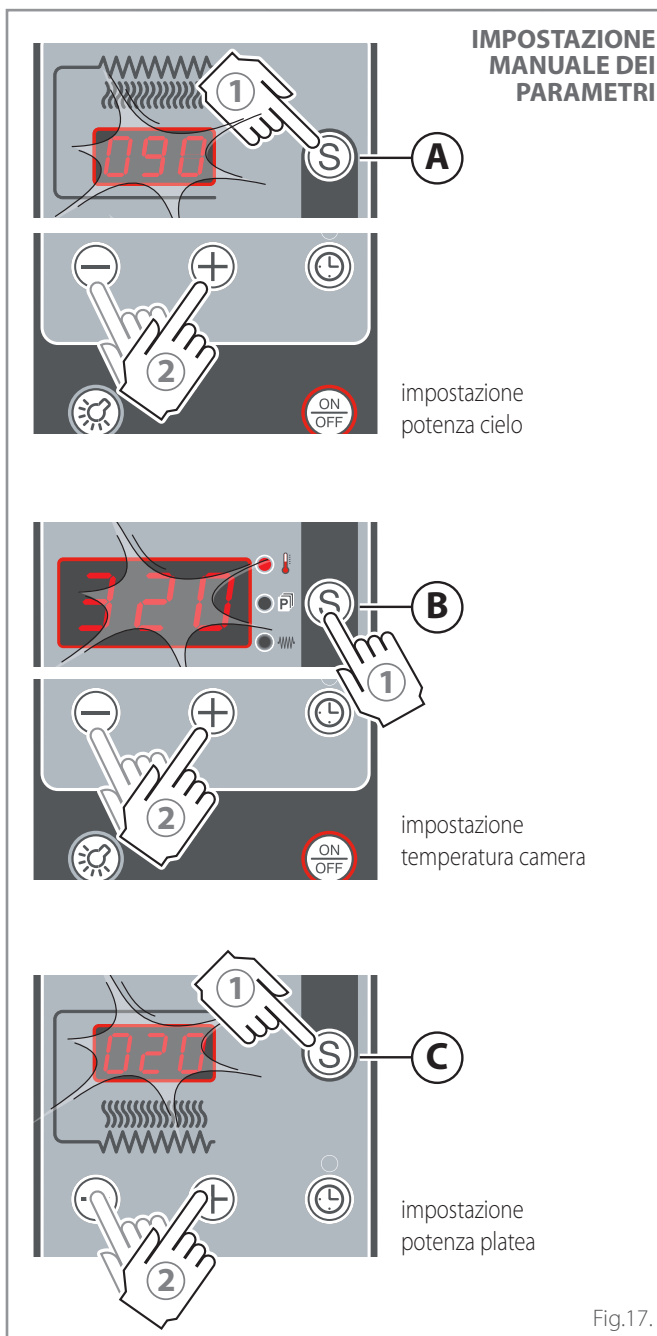

Fig.17.
Consultare ► cap. **"Impostazione dei parametri in modo manuale"** a pag. 15 e ► Fig.17.
► Fig.17.
Se durante la cottura è necessario modificare i parametri del programma visualizzato sul display **(B)**, agire come spiegato nella ► Fig.17.